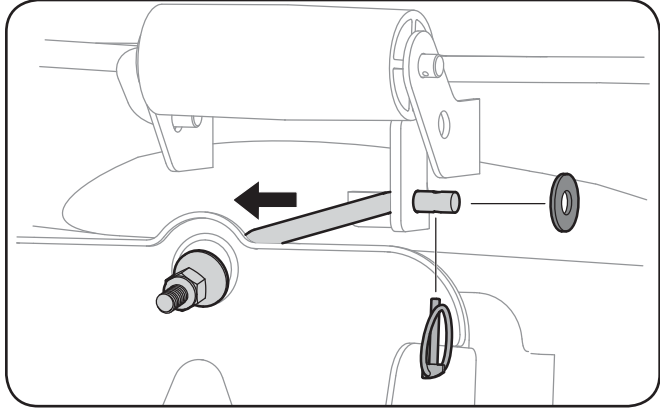

Figure 7-5
10. Enlever la goupille fendue et rondelle plate de la fin de la tige de stabilisation et glissez la tige de stabilisation hors du crochet de suspension du plateau de coupe. Voir Fig. 7-5.